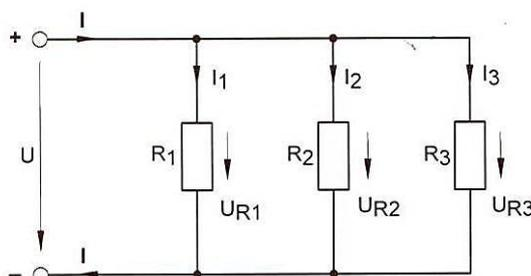

Рис. 3.1. Параллельное соединение резисторов
5.1. Соберите цепь согласно принципиальной схеме (Рис. 3.1) и монтажной схеме (Рис. 3.2). Используйте источник напряжения «+15 В». Включите специальные миниблоки для подключения амперметра последовательно с каждым из резисторов  $R_1 = 330$  Ом,  $R_2 = 220$  Ом и  $R_3 = 470$  Ом.